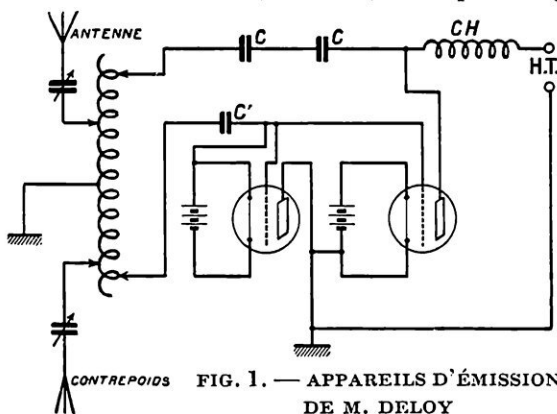

FIG. 1. — APPAREILS D'ÉMISSION DE M. DELOY
**Les appareils d'émission.** — Le principe de ces appareils est représenté figure 1, empruntée à l'*Onde Electrique*. La haute tension est fournie par un transformateur Ferrix donnant 3.000 à 4.000 volts au secondaire en partant du secteur 110 volts, 25 périodes. Le manipulateur est placé dans le primaire de ce transformateur. La bobine de choc *CH* est destinée à empêcher les retours de haute fréquence au transformateur. Deux lampes SIF de 250 watts sont montées en parallèle ; le chauffage du filament est assuré en continu par une batterie d'accumulateurs ; il exige 13 à 14 ampères sous
Cet appareil est constitué par un récipient que traverse de part en part, suivant sa hauteur, une cheminée de forme tronconique. Il se pose, de la manière ordinaire, au-dessus d'un brûleur à feu nu. Comme le montre la figure 1, les flammes du brûleur lèchent non seulement le fond annulaire, mais aussi, à la base, les parois de la cheminée intérieure. La hauteur du récipient est calculée de manière que les gaz chauds qui traversent la cheminée abandonnent aux parois de cette dernière, avant de s'échapper par l'orifice supérieur, la plus grande partie possible des calories dont ils sont chargés.
FIG. 1. — COUPE DE LA BOUILLOIRE A DÉBIT CONTINU D'EAU CHAUDE, PLACÉE SUR UN DOUBLE BRÛLEUR. Le disque placé à mi-hauteur de la cheminée centrale oblige les gaz chauds à lécher les parois intérieures.